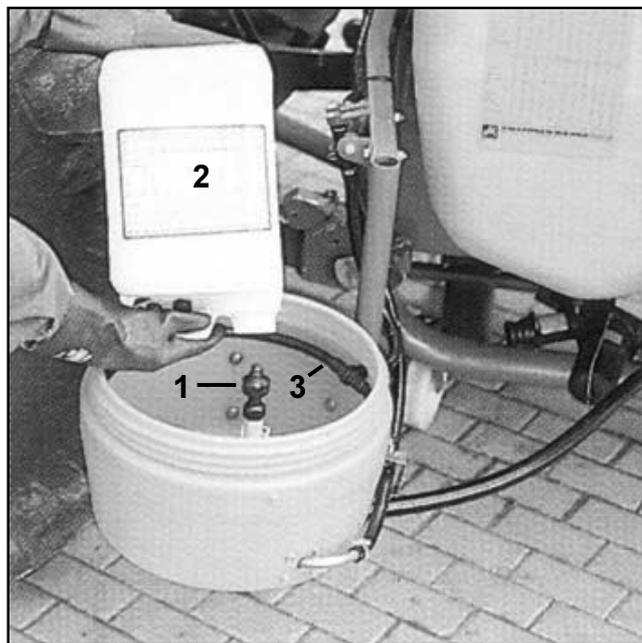

Fig. 10.22
- Au groupe de robinetterie, ouvrez le robinet 1 (fig. 10.20/7) voie alimentant le jet rotatif (fig. 10.22/ 1).
- Rincez les bidons de produits (fig. 10.22/ 2) ou autres récipients, à l'aide du jet de rinçage, en les maintenant retournés sur le jet et en appuyant vers le bas pendant au moins 30 secondes. Le jet rotatif effectue un rinçage efficace du récipient.